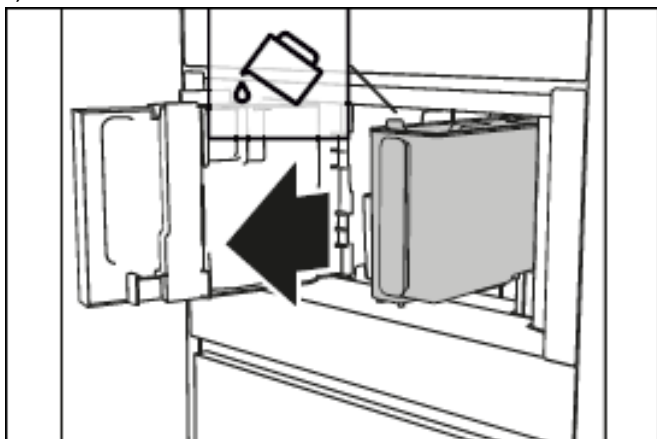
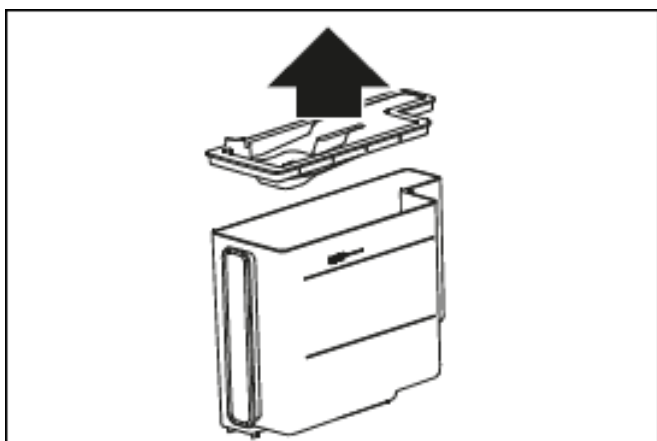
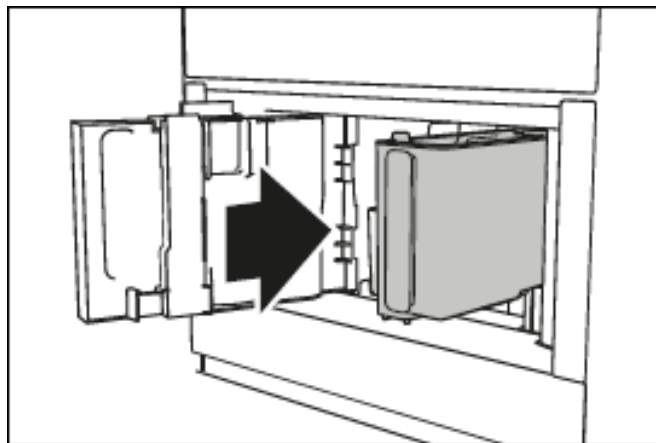

Рис. 17
Рис. 18
Рис. 20
3) **НАПОЛНИТЕ РЕЗЕРВУАР СВЕЖЕЙ ВОДОЙ:** снимите резервуар для воды (A12) (рис. 17), откройте крышку (рис. 18), наполните свежей водой до отметки MAX (указана на внутренней стороне резервуара), затем закройте крышку и установите резервуар обратно в прибор (рис. 20).